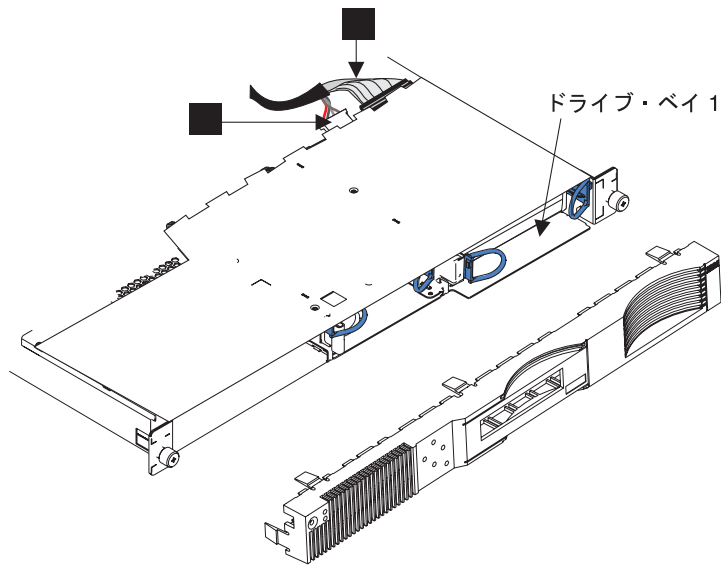

図 130. SAN ボリューム・コントローラー 2145-4F2 ディスク・ドライブ・ケーブルの交換
1. SCSI シグナル・コネクタ **1** および電源コネクタ **2** を、476 ページの図 130 に示すように、ディスク・ドライブの背面に接続してから、ケーブルを取り替えます。